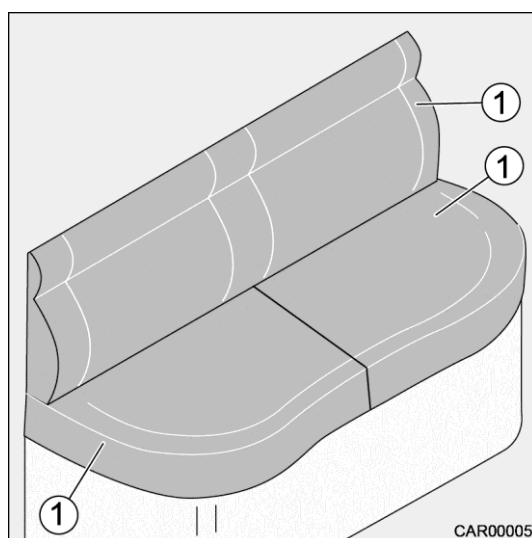

Fig. 26 Transformation du 5e siège
1. Retirer tous les coussins (Fig. 26/1).